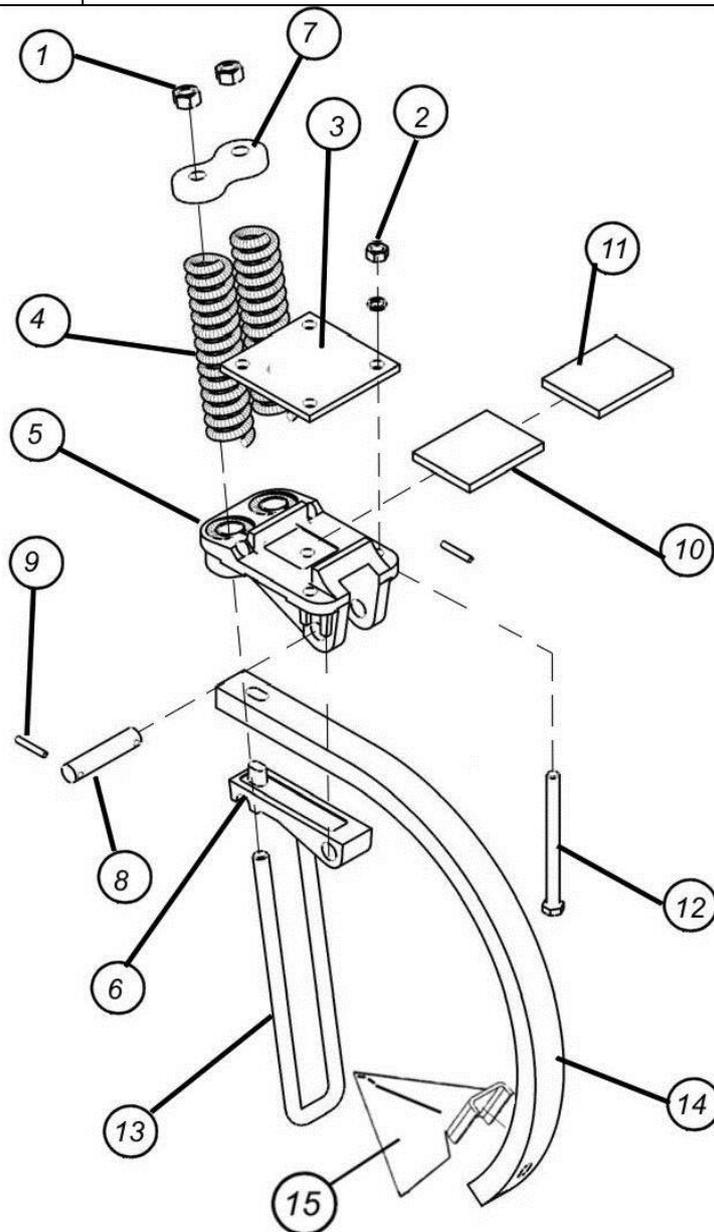

Рис. 7.1.5. Узел крепления стойки сошника
7.1.5. Стойка сошника в сборе (рис. 7.1.5)